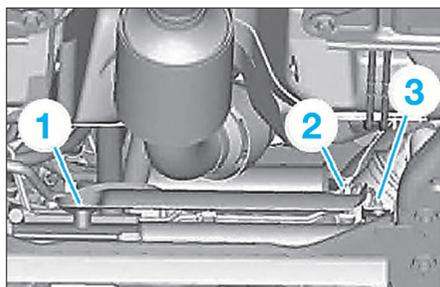

FIG. 17
- Désaccoupler les raccords d'alimentation et de retour en huile (2) du boîtier de direction.
- Déposer la vis (1) (Fig.17).